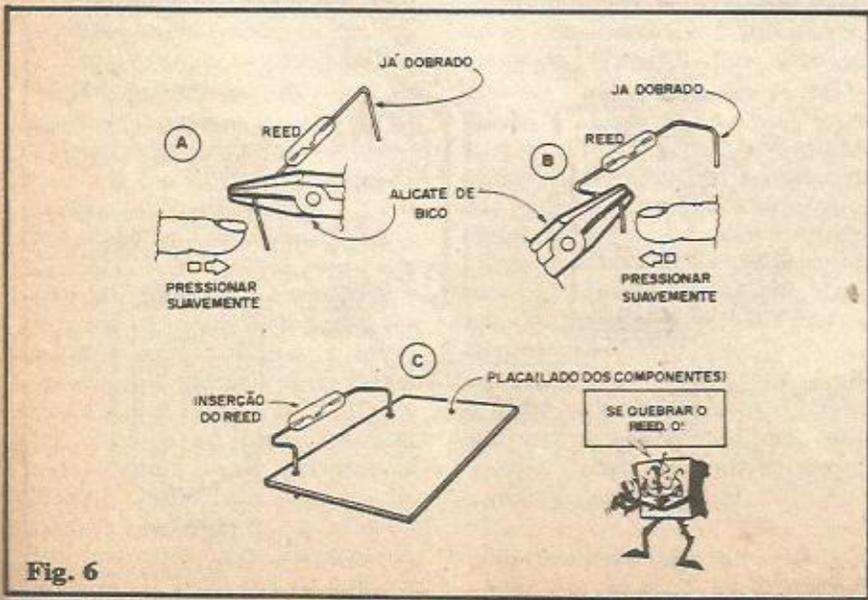

Fig. 6
- FIG. 6 - Lidando com o REED. Já dissemos que é uma peça relativamente frágil (mecanicamente, não eletricamente...). Como a sua conexão à placa exige certos parâmetros e posicionamentos, a fig. 6 dá as "dicas" de como tratar previamente o REED.
- FIG. 6-A - Primeiramente os terminais devem receber uma dobra em ângulo reto, de modo que o conjunto assumo o exato distanciamento das ilhas "R-R" da placa. Ao serem feitas essas dobras, os terminais devem obrigatoriamente ser "calçados" com um alicate de bico, ENTRE O PONTO DE DOBRA E O CORPO DA PEÇA! Isso evita que esforços mecânicos sejam transmitidos ao envoltório de vidro, que pode trincar se a tal dobra for feita sem a proteção do alicate!
- FIG. 6-B - A extremidade de cada terminal (já dotado da primeira dobra, como mostra a fig. 6-A) deve ser novamente dobrada em ângulo reto, para "baixo", de novo usando o "truque" do alicate (sempre ENTRE O PONTO A SER DOBRADO E A AMPOLA DO REED) para "absorver" trações que podem danificar a ampola de vidro.
- FIG. 6-C - Posicionamento real do REED junto à placa (ele deve ficar "fora" dela, porém rente e paralelo à sua borda, daí a necessidade das duas dobras descritas af atrás...). A soldagem dos terminais deve ser feita rapidamente, já que uma operação muito demorada poderá causar dilatação (e quebra) da ampola de vidro. Depois de soldado e fixado, direitinho, a fragilidade do componente "desaparece", já que a estrutura mecânica geral "dá uma força", enrijecendo o conjunto.